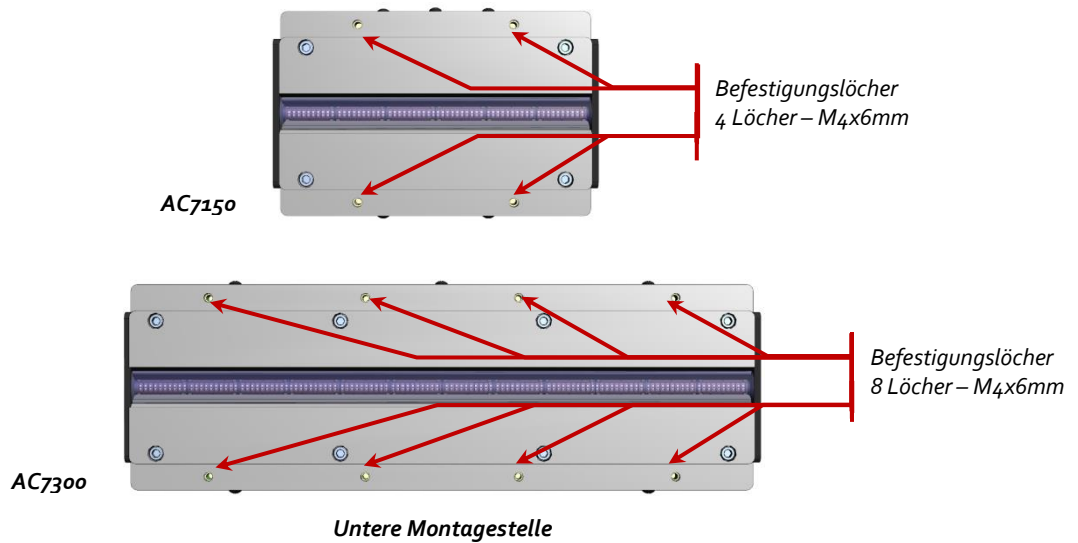

Abbildung 2 UV-LED-Kopf Montagestellen
4. Stellen Sie sicher, dass der Schalter LED-Aktivieren auf der SPS-Steuerung auf die Position OFF (AUS) geschaltet ist (Siehe Abbildung 2).
5. Stecken Sie die Buchse des SPS-Kabels in den SPS-E/A-Steckverbinder auf der Steuerungskonsole (siehe Abbildung 2).
7. Schließen Sie den SPS-Rückschleifenstecker an den SPS-Durchgangsanschluss an. Siehe Abbildung 2.
9. Passen Sie die Intensität mit Hilfe der Tasten Aufwärts/Abwärts, rechts vom Display, an (siehe Abbildung 2), drehen Sie im Uhrzeigersinn und entgegen dem Uhrzeigersinn, um die Intensität zu erhöhen oder zu verringern. Siehe Abschnitt 6 „UV-Kopf benutzen“.
10. Fehler der UV-LED und Temperaturfehler werden durch eine leuchtende LED auf der Steuerungskonsole angezeigt. Zum Löschen der Fehler, drücken Sie auf die Taste Clear Fault (Fehler löschen) (siehe Abbildung 2).
Die UV-LED-Köpfe umfassen beide Montageseiten sowie die Montageunterseite. Siehe Abbildung 2 oben.